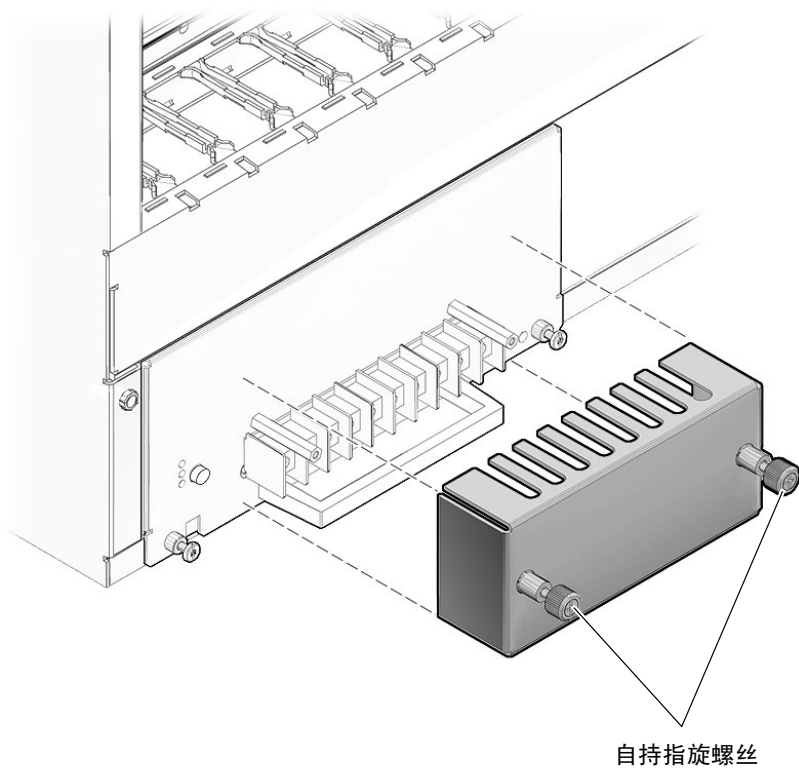

图 2-9 自持指旋螺丝的位置
2. 转至机框后面，拧下将接线盒护盖固定到每个电源输入模块的两颗自持指旋螺丝（图 2-9）。